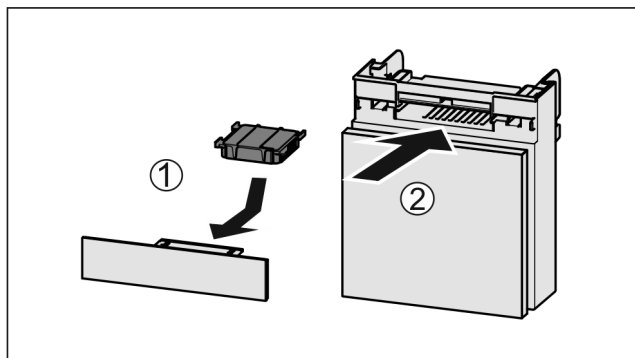

Fig. 67
- ▶ Вставити фільтр з активованого вугілля за малюнком Fig. 67 (1).
- ▶ Вставити відділення Fig. 67 (2).